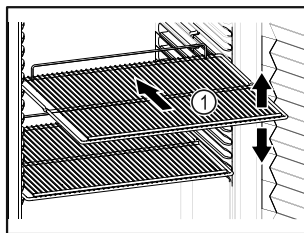

Fig. 62 Representación a modo de ejemplo
- ❑ Si los estantes de rejilla Fig. 62 (1) se pueden colocar en distintas posiciones, ajustarlos en altura.